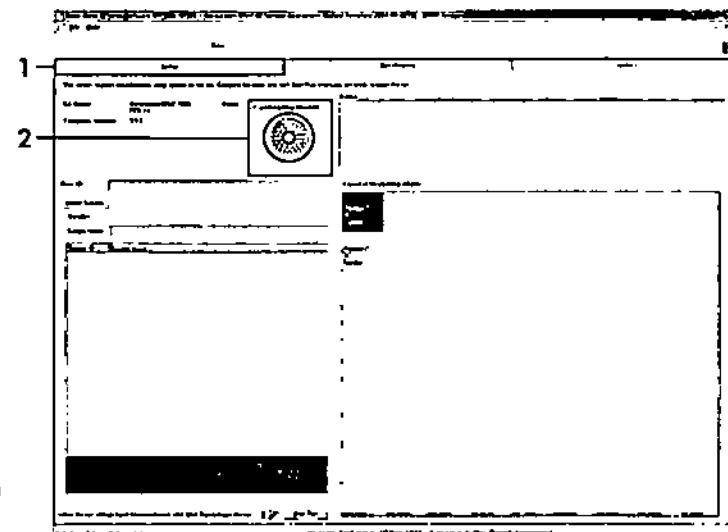

Ilustración 3. Pestaña "Setup" (Configuración) (1) y opción "Locking Ring Attached" (Anillo de fijación sujeto) (2)
10. La pestaña "Setup" (Configuración) (consulte la ilustración 3) se abre de manera predeterminada. Confirme que el anillo de fijación esté sujeto y marque la casilla "Locking Ring Attached" (Anillo de fijación sujeto). Cierre la tapa del equipo Rotor-Gene Q.